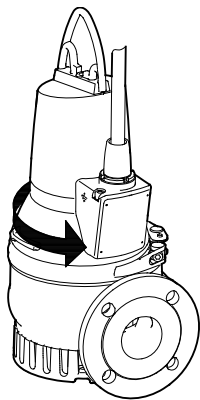

Рис. 5 Направление рывка
3. Если насос подключен правильно, рывок будет в сторону, противоположную направлению вращения. См. рис. 5.